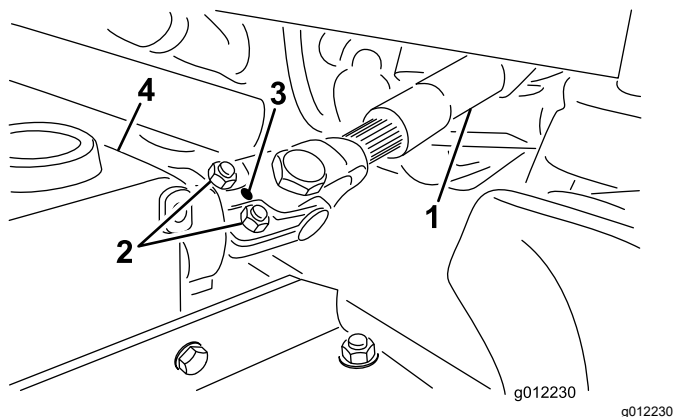

図 3
- A. ヨークとギアボックスのシャフトからロールピンを取り外す 図 3。
B. キャップスクリュー2本とロックナットをゆるめる 図 3。